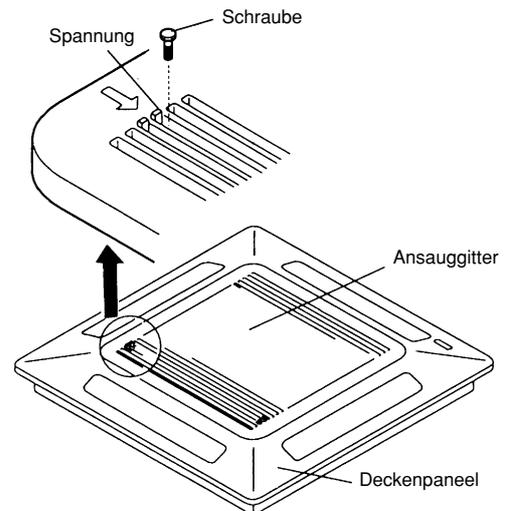

Abb. 11-1
- (1) Das Ansauggitter und den Filter vom Deckenpaneel entfernen (Abb. 11-1 und 11-2).